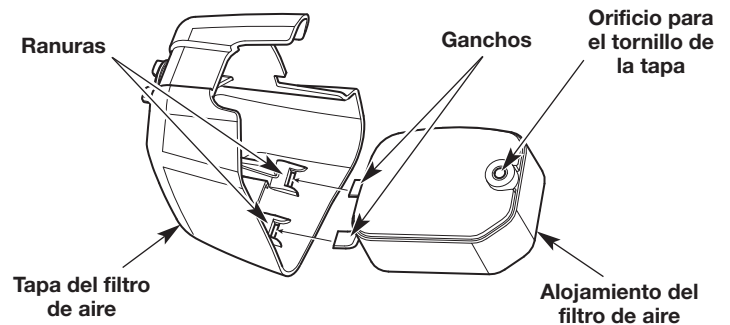

Fig. 20
7. Inserte los ganchos del alojamiento del filtro de aire dentro de las ranuras de la tapa del filtro de aire (Fig. 20).
8. Debe girar la tapa del filtro de aire hacia la derecha y alinear el tornillo de la cubierta con el orificio destinado a dicho tornillo (Fig. 20). Apriete el tornillo de la tapa para sujetar dicha tapa.